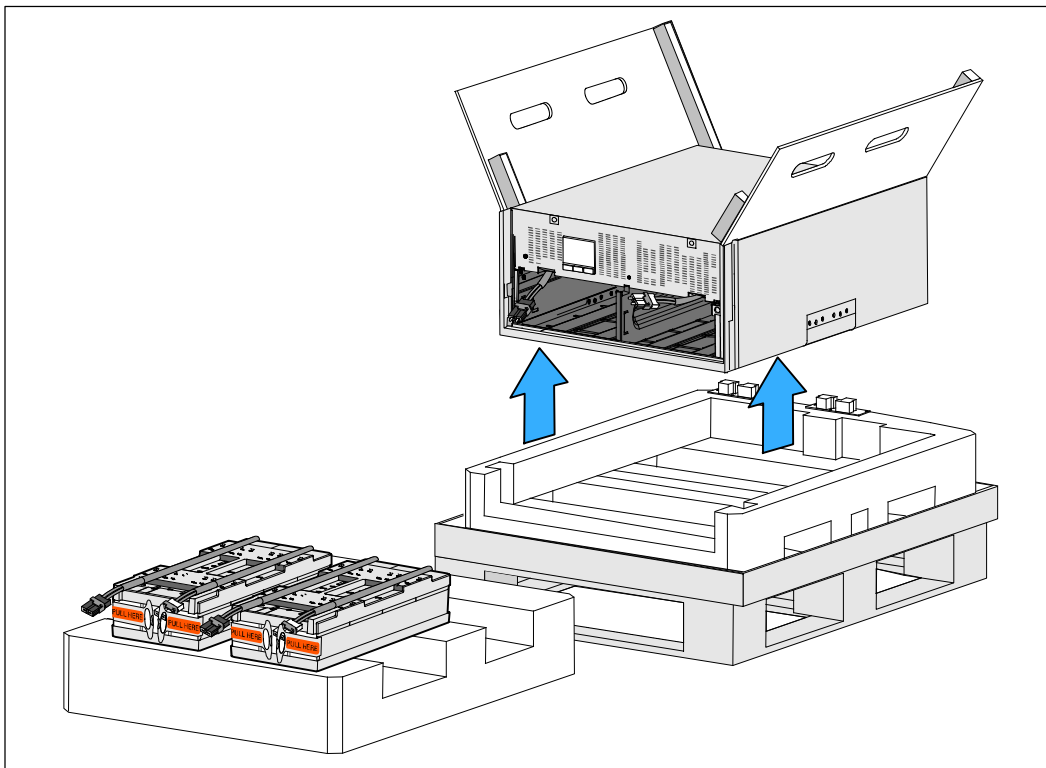

Рисунок 9. Подъем корпуса
- 8 Два человека (по одному человеку с каждой стороны) должны осторожно вынуть корпус из пенопласта за ручки на картоне (см. Рисунок 9).